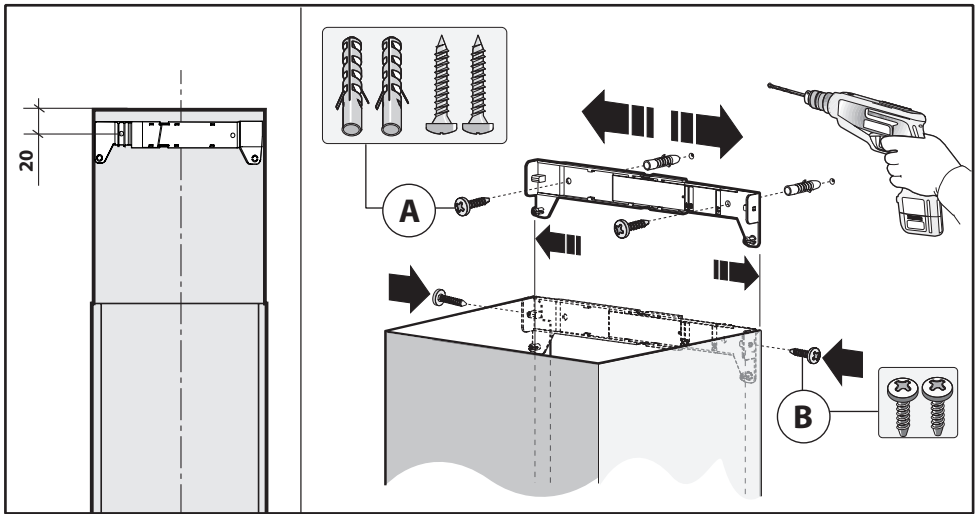

Fig.8
Regolare la larghezza della staffa di supporto del camino decorativo superiore (Fig.8). Successivamente fissarla alla parete in modo che sia in asse con la vostra cappa tramite le viti **A** e rispettando la distanza indicata in (Fig. 8).
- Sfilare il camino decorativo superiore fino alla staffa e fissarlo tramite le viti **B** (Fig.8).